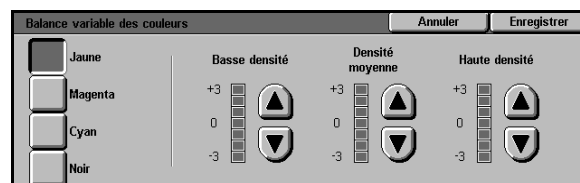

Figure 42 : Écran Balance des couleurs
- 1** Appuyez sur **Balance des couleurs variable** dans l'onglet Qualité image afin d'accéder à l'écran correspondant (voir la figure 42).